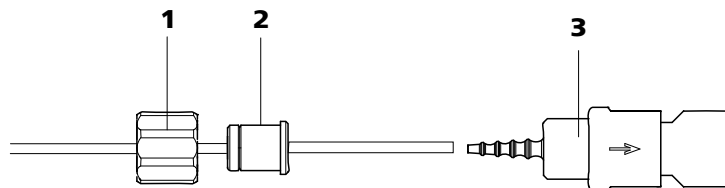

Figura 26 Instalación de una conexión de tubo de bomba con filtro
- **Caso A:** Conecte una conexión de tubo de bomba **con filtro** 6.2744.180 (véase Figura 26, página 45) o